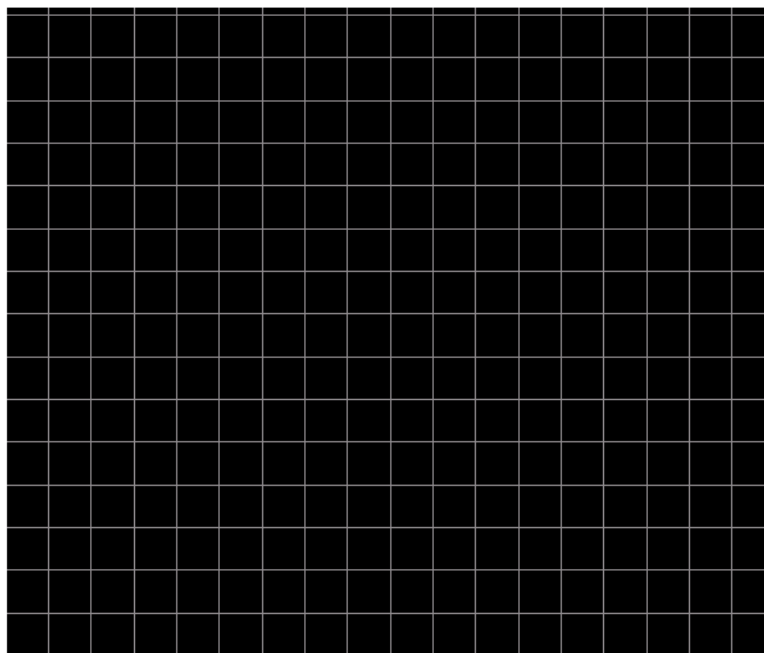

图9-2 重新定义的PCB板区域
- (3) 在主菜单中选择“Design”→“Board Sharp”→“Redefine Board Sharp”命令，重新定义PCB板的形状。
- (4) 移动光标按顺序分别在工作区内坐标为（100 mm，30 mm）、（190 mm，30 mm）、（190 mm，106 mm）和（100 mm，106 mm）的点上单击，最后单击鼠标右键，绘制一个矩形区域。重新定义的PCB板区域如图9-2所示。